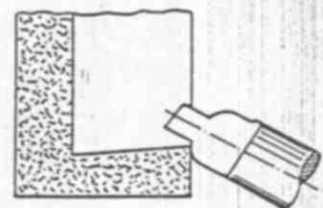

Fig. 2
- 4) Efectuar el afilado destalonado del radio en el canto interior de la muela, haciendo girar horizontalmente el brazo de giro (fig. 2). En tal operación se desplazará longitudinalmente el carro porta-divisor de tal modo que la salida del radio coincida con el largo L en el canto interior. En este caso se empleará una muela con canto interior convenientemente formado según fig. 2.